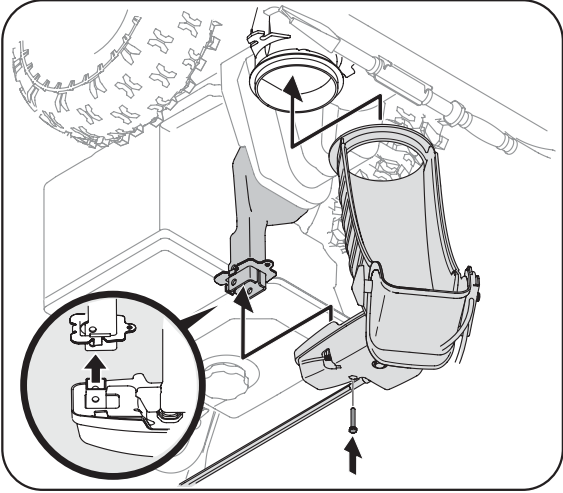

Figure 3-4
3. Placez la goulotte sur sa base avec la tige hex. placée sous le panneau de bord. Réinstallez le boulon hex. enlevé précédemment mais ne le fixez pas avec l'écrou à oreilles à ce temps. Voir à Figure 3-4.